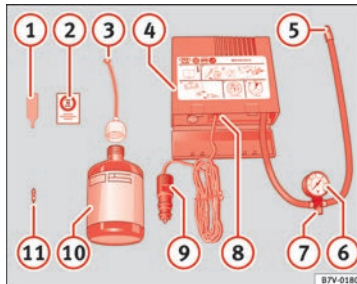

Fig. 63 Représentation standard : contenu du kit anticrevaison.
- Dévissez le capuchon et l'obus de la valve du pneu. Utilisez l'appareil » **fig. 63 ①** pour extraire l'obus. Placez-le sur une surface propre.
- Agitez fortement la bouteille de produit de colmatage des pneus » **fig. 63 ⑩**.
- Vissez le tuyau de gonflage » **fig. 63 ③** sur la bouteille de produit de colmatage. Le plombage du goulot de la bouteille est automatiquement percé.
- Retirez le bouchon du tuyau de remplissage » **fig. 63 ③**, puis vissez l'extrémité ouverte du tuyau sur la valve du pneu.
- Placez de nouveau l'obus de valve sur la valve du pneu avec l'outil » **fig. 63 ①**.
- Vissez le tuyau de gonflage du pneu du compresseur » **fig. 63 ⑤** sur la valve du pneu.
- Vérifiez si la vis d'évacuation d'air est serrée » **fig. 63 ⑦**.
- Branchez le connecteur » **fig. 63 ⑨** à une prise de courant de 12 volts du véhicule »  page 185.
- Raccordez le compresseur d'air au commutateur ON/OFF » **fig. 63 ⑧**.